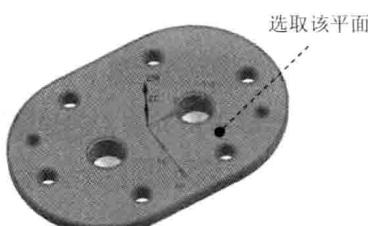
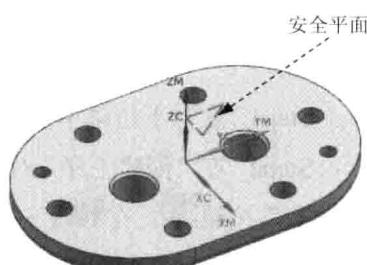

图 1.7 选取参考面
图 1.8 安全平面
Step3. 单击“安全平面”对话框中的**指定**按钮，系统弹出“平面”对话框，选取图 1.7 所示的平面为参照，然后在**偏置**区域的**距离**文本框中输入值 20，单击**确定**按钮，系统返回“安全平面”对话框并创建一个安全平面，单击“安全平面”对话框中的**显示**按钮可以查看创建的安全平面，如图 1.8 所示。